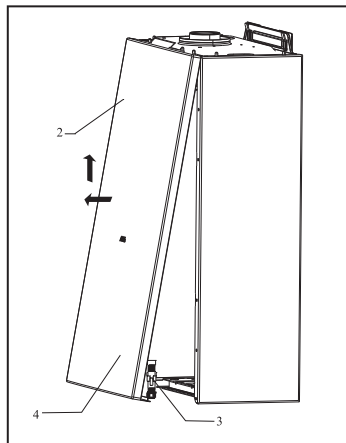

Рис. 4
- Снимите клеммное соединительного кабеля блока управления (3 на рис. 4).
- Потяните облицовку на себя и вверх вместе с блоком управления (4 на рис. 4). Если вам необходимо получить доступ к электрическим соединениям панели управления, выполните следующие действия: